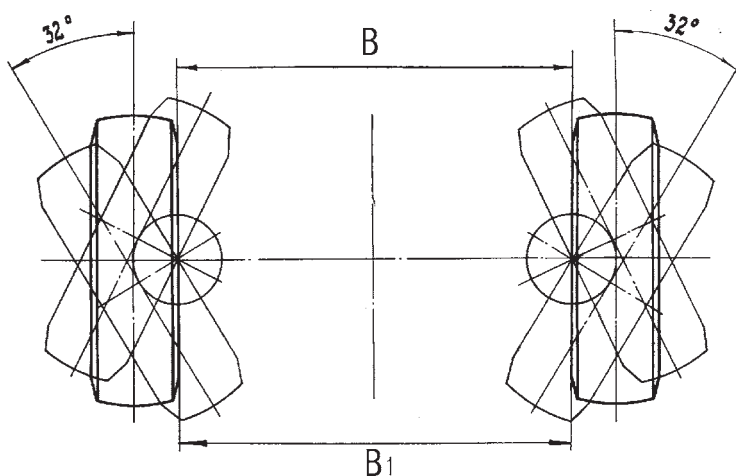

Рис. 62. Установка управляемых колес
**Регулирование схождения передних колес.** Схождение передних колес проверять при номинальном давлении воздуха в шинах замером разности расстояний В1 и В (рис. 62) по бортам ободьев колес. Порядок проверки:
колес в задней части на уровне центров колес и отметить места замеров. Перекатить автомобиль, чтобы отмеченные точки оказались впереди, и измерить расстояние В. Спереди расстояние должно быть на 1-3 мм меньше, чем сзади. Если разность расстояний В1 и В выходит за вышеуказанные пределы, то регулировать схождение колес изменением длины поперечной рулевой тяги, ослабив затяжку болтов наконечников тяги рулевой трапеции. Отрегулировав схождение, затянуть болты наконечников тяги. Углы поворота ограничиваются постоянными нерегулируемыми упорами, величина их указана на рис. 62.